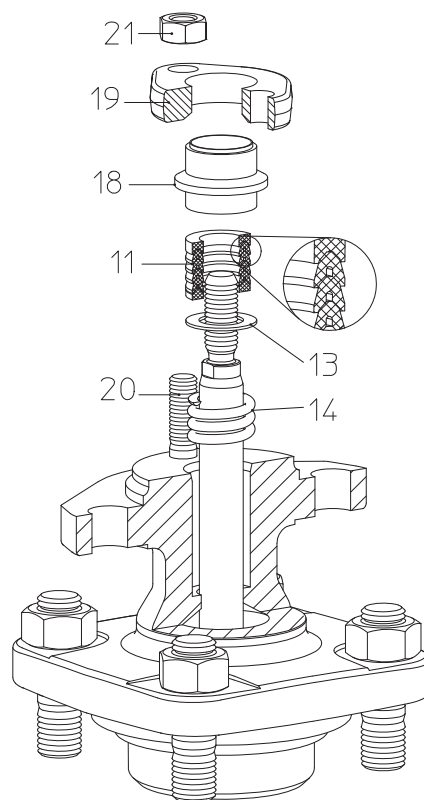

Fig. 10: Anelli di tenuta a V
- Quando si sostituiscono gli anelli di tenuta a V (pos.12) bisogna rispettare la corretta sequenza e posizione di montaggio delle singole parti (si veda Fig. 10).